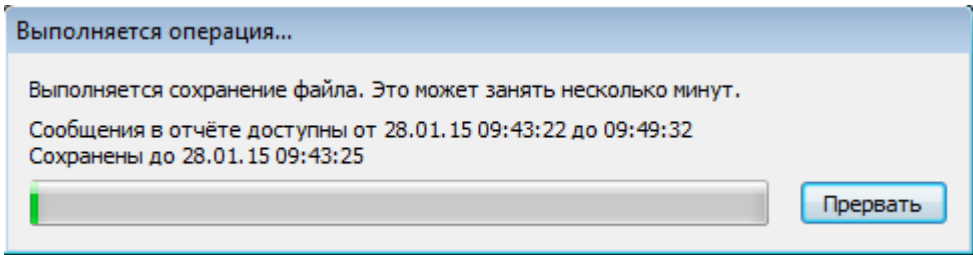

Рис. 37
- Пункт меню «Вывод в файл» открывает диалог для записи в текстовый файл выведенных в таблицу приложения Insider данных. После указания пути записи файла и нажатия кнопки «ОК» начинается процесс записи данных в файл (Рис. 37). Записанный файл можно открыть в любом текстовом редакторе. При необходимости процесс записи данных в файл можно прервать нажатием кнопки «Прервать»